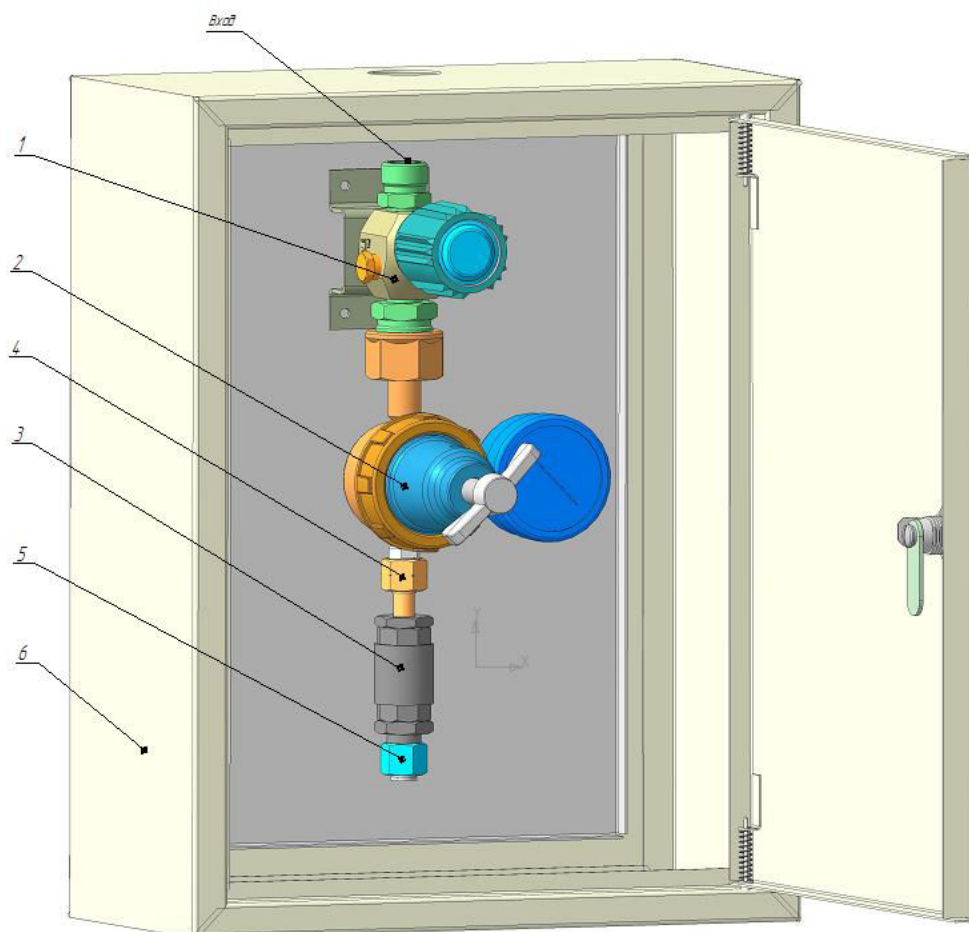

Рис.1 Пост газоразборный ПГМ-35з
4.1 Внешний вид поста газораздаточного показан на рис.1